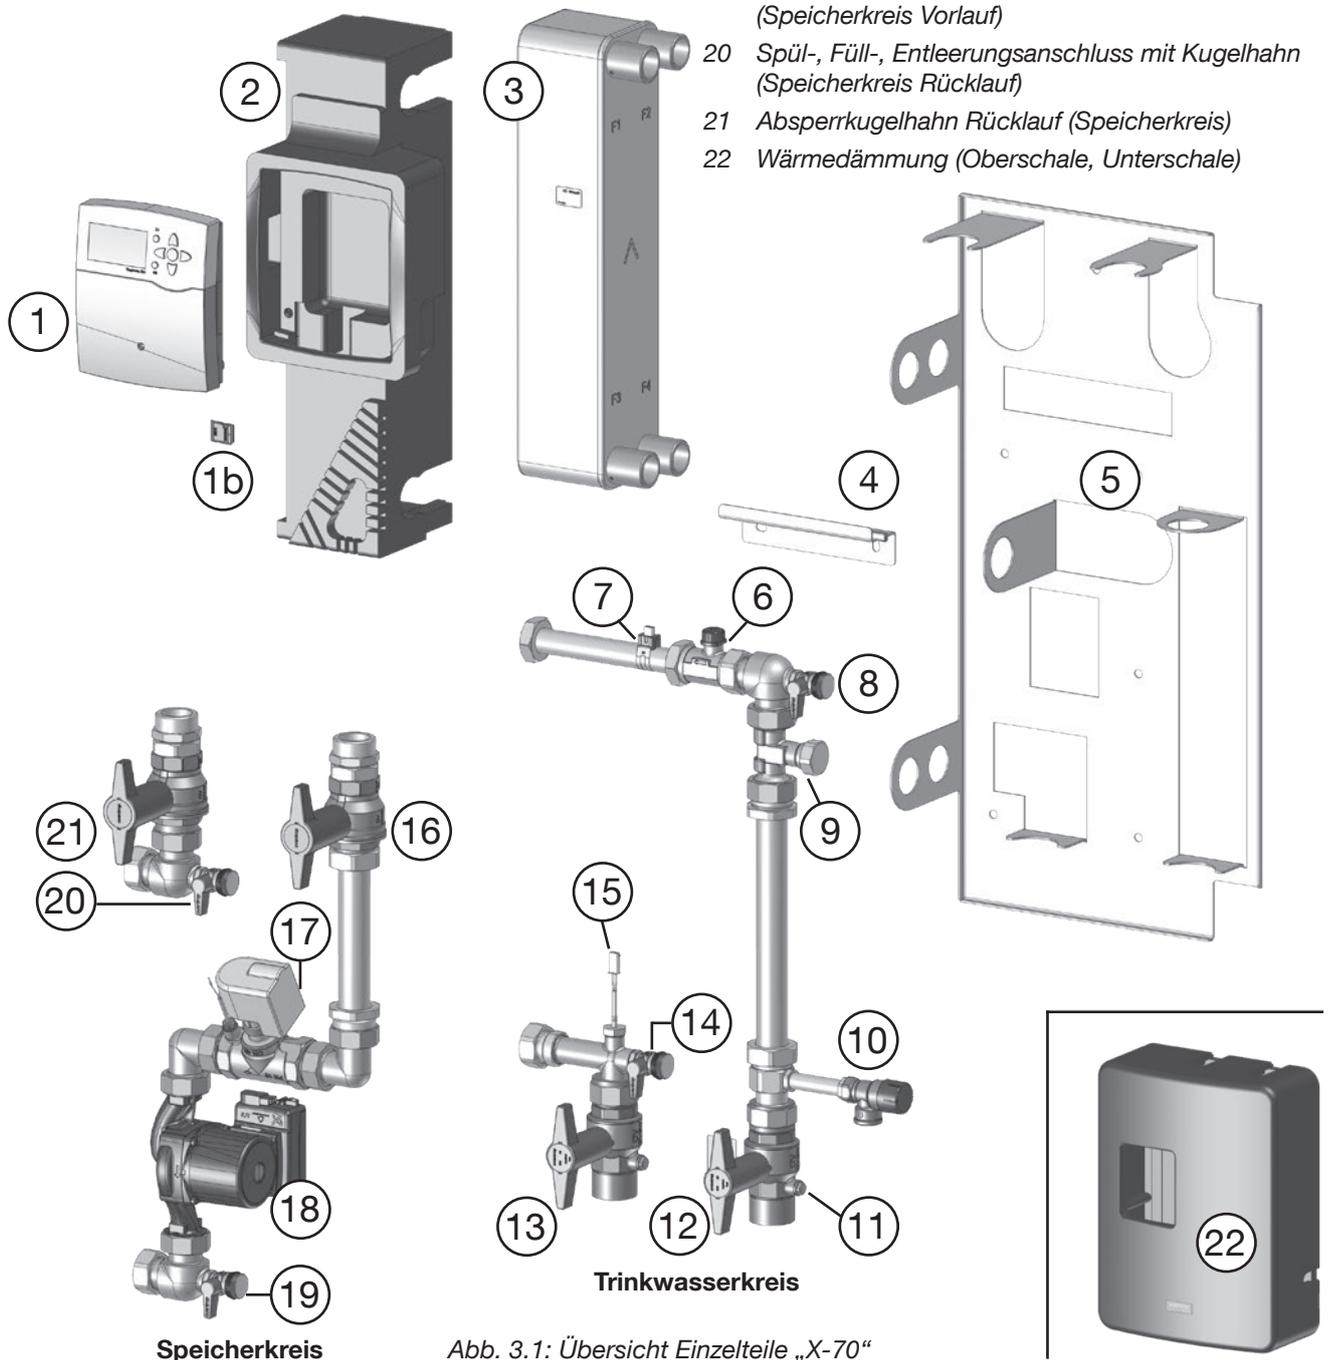
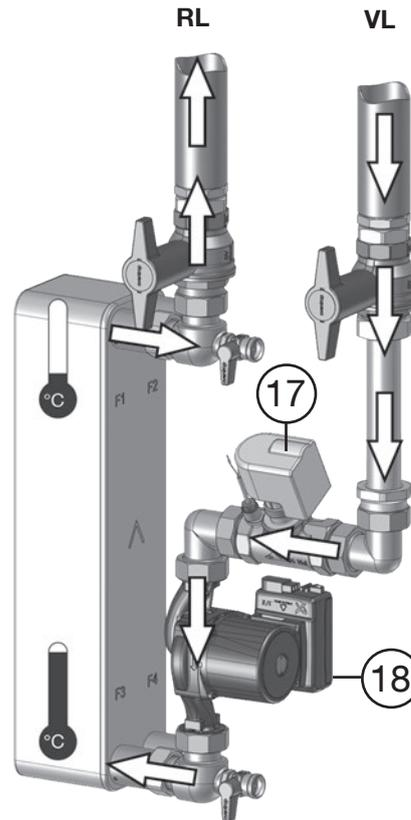
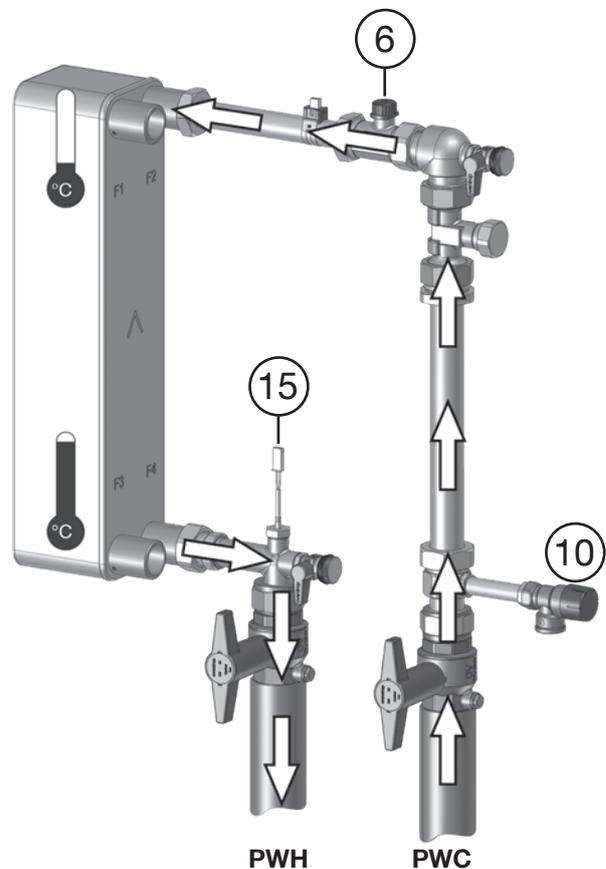

Abb. 3.1: Übersicht Einzelteile „X-70“
Abb. 3.2: Speicherseite mit Vorlauf (VL) vom und Rücklauf (RL) zum Pufferspeicher
Abb. 3.3: Trinkwasser-Seite mit Heißwasser-Bereitstellung (PWH) und Kaltwasseranschluss (PWC)
Bei einer vorgegebenen Trinkwasser-Temperatur von 60 °C und einer Speichertemperatur von 80 °C kann die Ausschüttung von warmem Trinkwasser zwischen 1 und 70 l/min betragen. Dessen Bereitstellung wird realisiert, indem der Regler (Abb. 3.1 auf Seite 9, Pos. 1) die Umwälzpumpe (Abb. 3.2, Pos. 18) auf eine (variable) Drehzahl regelt, um Heizwasser aus dem angeschlossenen Pufferspeicher bedarfsgerecht in den Wärmeübertrager einzuleiten. Auf Basis der von den Sensoren 6 und 15 (Abb. 3.3) erfassten Ist-Werte für den Volumenstrom und die Temperatur (des Trinkwassers) errechnet der Regler die zur Erreichung der gewünschten Trinkwassertemperatur notwendige Pumpendrehzahl und stellt ggf. das Drosselventil (s.u.).
i Die Station ermöglicht eine bedarfsgerechte Wärmebereitstellung auch bei sehr niedrigem Trinkwasserverbrauch. Durch das in den Speicherkreis integrierte **Drosselventil** (Abb. 3.2, Pos. 17) wird die Mindestförderleistung der Umwälzpumpe (18) nochmals reduziert. Es schließt sich ab einer Zapfmenge von rund 20 l/min.